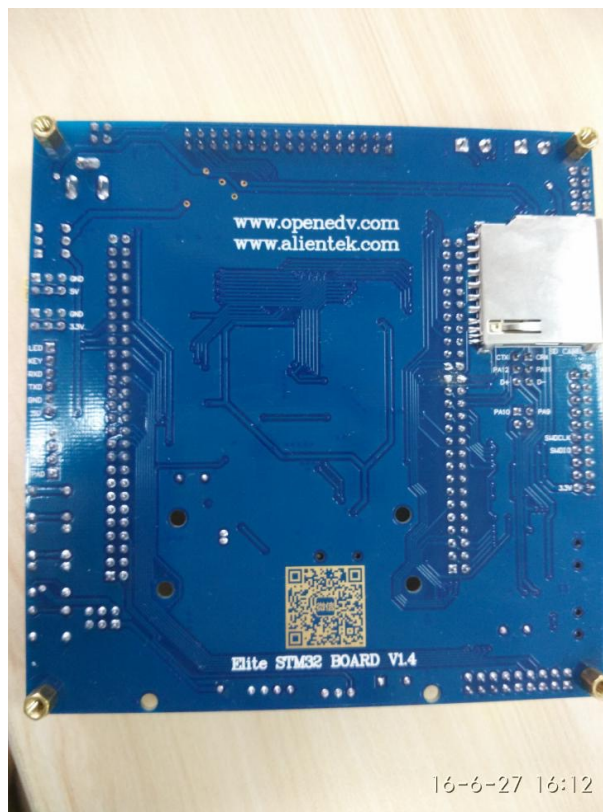

图 1-4. STM32 开发板背面 (型号为: ALIENTEK ELITE STM32F103 精英版)
3. ESP-WROOM-S2 连接插入到 ESP8266 开发板底板的 ESP-WROOM-S2 接口处，见图 1-4 左上角。